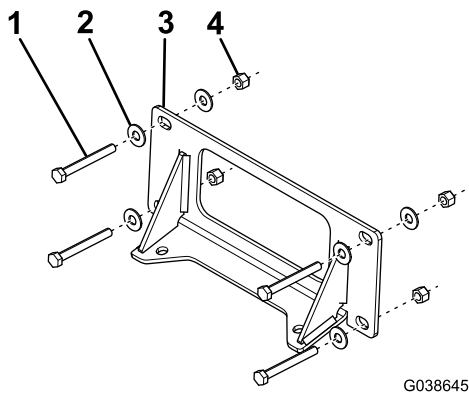

Figure 2
7. Fixez la plaque supérieure à la plaque de protection du véhicule à l'aide de 4 grands boulons (5/16 po), 6 rondelles (5/16 po) et 4 écrous (5/16 po) serrés à la main (Figure 2).